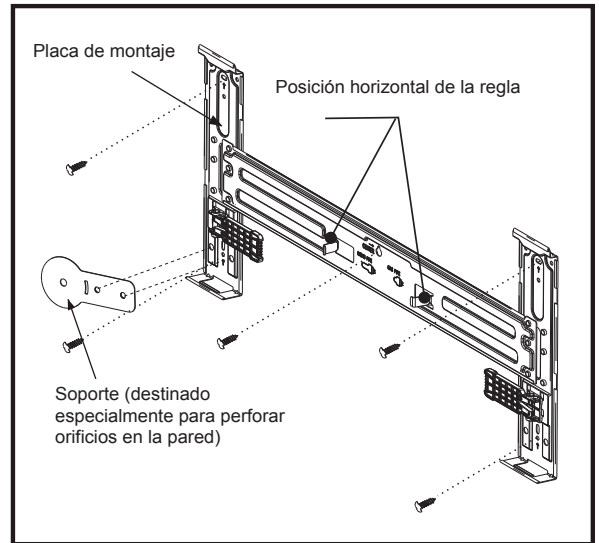

Fig. 1
- 6) Alinee los 2 orificios del soporte con los 2 orificios de la placa de montaje tal como se muestra en la Fig. 1.
- 1) Decida la posición del orificio para la tubería según la ubicación de la placa de montaje (vea la posición y el tamaño del soporte como se muestra en la Fig. 1).
Nota: Si tiene un orificio en la pared, necesita alinear la parte redonda del soporte con el orificio en la pared. Luego, alinee los 2 orificios de la placa de montaje con los 2 orificios del soporte (que se muestra en la Fig. 1) para decidir la ubicación de la instalación de la placa de montaje.